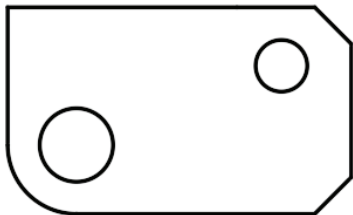

图 8-87 素材文件中的原始图形
- 1 打开“创建圆心标记即学即练.dwg”文件，原始图形如图 8-87 所示。